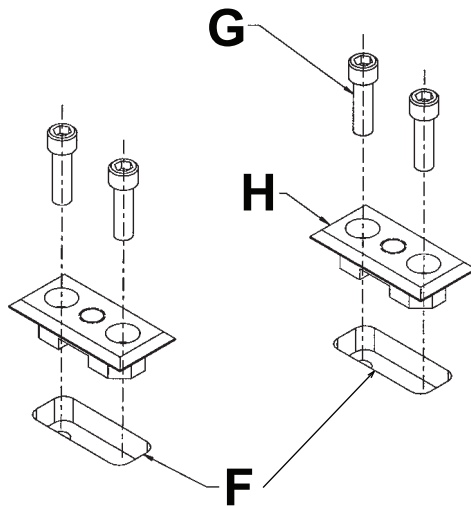

Figure 3 – Découper les ouvertures encastrées par-dessus les trous de repère
3. Découper des ouvertures encastrées de 1 po x 2-1/2 po x 9/16 po (2,5 x 6,4 x 1,4 cm) (F) dans le plancher en les centrant sur les trous de repère (Figure 3).